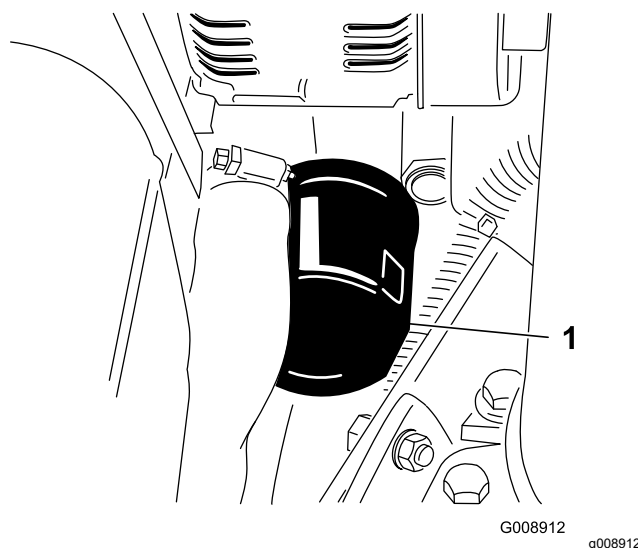

Bild 62
3. Entfernen Sie den Ölfilter (Bild 62).